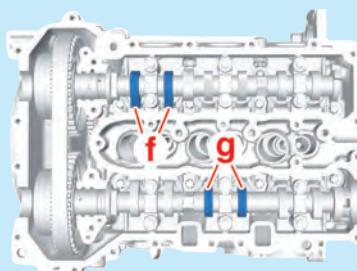

Fig.3
- Contrôler le jeu des soupapes d'admission (f) et des soupapes d'échappement (g) (Fig.3).